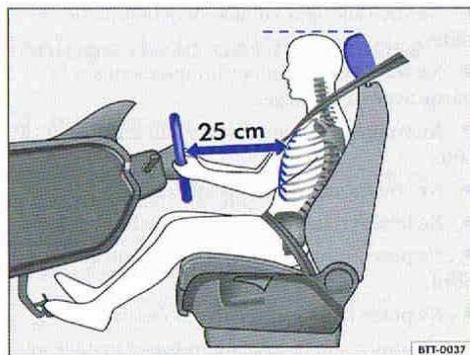
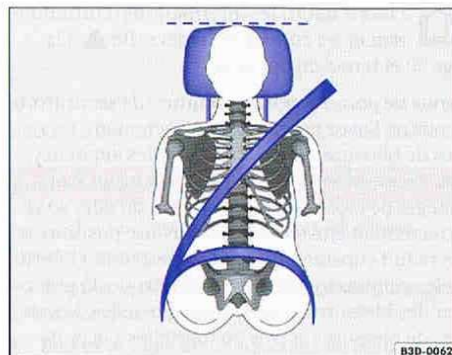

Fig. 23 La distance correcte du conducteur par rapport au volant doit être de 25 cm au minimum.
Fig. 24 Ajustement correct de la ceinture et réglage correct de l'appuie-tête.
- Réglez l'appuie-tête de manière à ce que son bord supérieur soit, si possible, sur la même ligne que la partie supérieure de la tête, mais pas plus bas que les yeux. Positionnez toujours l'occiput le plus près possible de l'appuie-tête ⇒ fig. 23 et ⇒ fig. 24.
- Réglez le volant de sorte que la distance entre celui-ci et votre sternum soit de 25 cm au minimum ⇒ fig. 23.